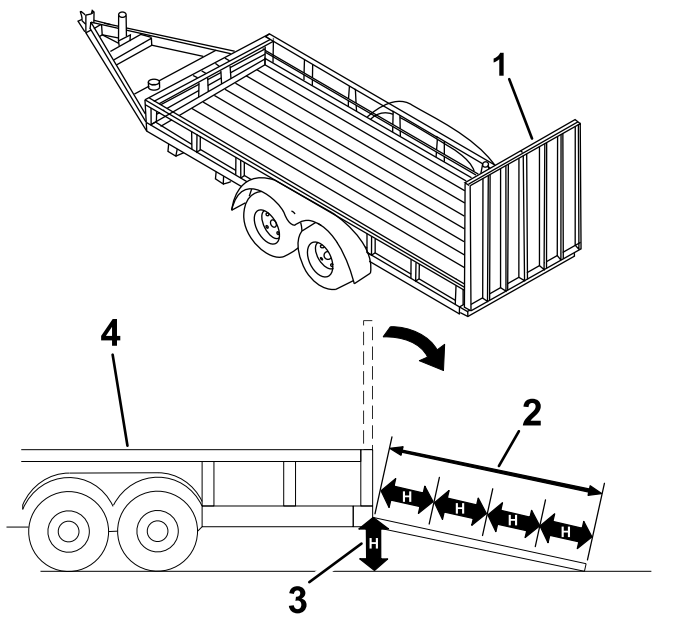

Bild 28
Das Laden einer Maschine auf einen Anhänger oder einen Lastwagen erhöht die Umkipppgefahr und könnte schwere oder tödliche Verletzungen verursachen (Bild 28).
3. Die Rampe absenken (Bild 28).